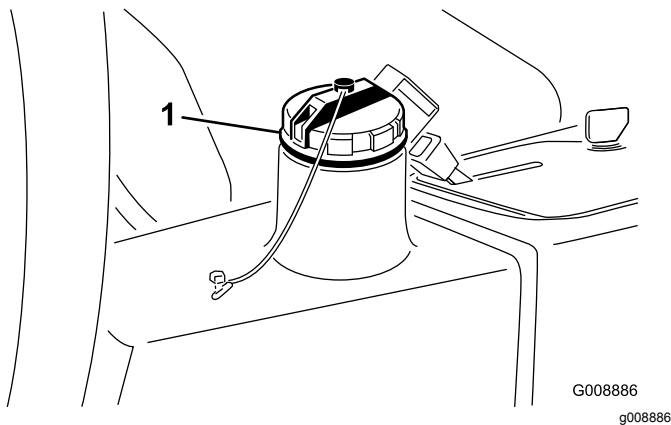

Figura 75
4. Llene el depósito (Figura 75) con aproximadamente 13,2 litros de aceite hidráulico; consulte Comprobación del sistema hidráulico \(página 30\).